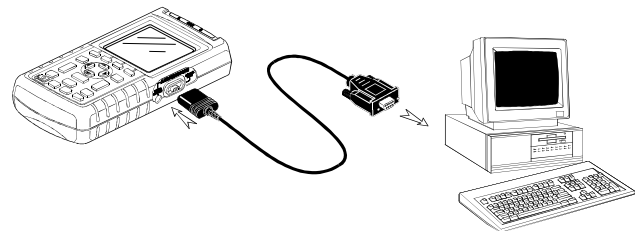

Figura 1-21. Conexión a un ordenador
- Utilice el cable/adaptador de RS-232 optoaislado (PM9080) para conectar un ordenador al PUERTO ÓPTICO del instrumento de medida. Consulte la figura 1-21.